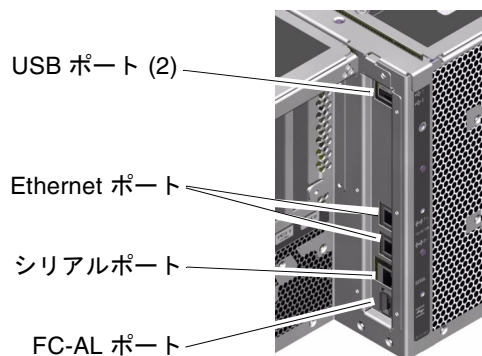

図 2-4 背面パネルの外部ポート
- 外部データポート 6 つ : USB、シリアル、Ethernet、FC-AL (図 2-4 を参照)